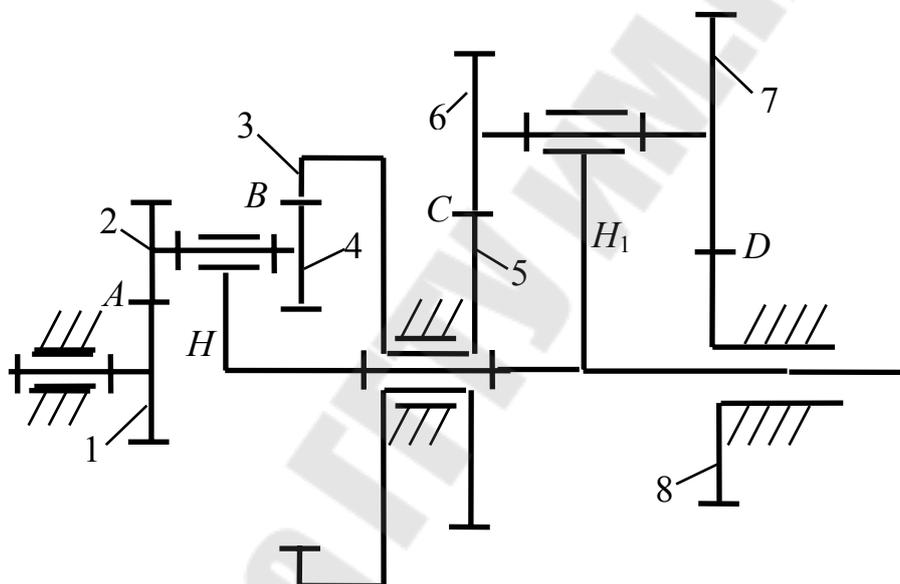

Рис. 2.3
3. Определить угловые скорости звеньев замкнутого дифференциального механизма (рис.2.3), если угловая скорость зубчатого колеса 1 равна  $\omega = 100 \text{ с}^{-1}$ . Исходные данные приведены в табл. 2.3.